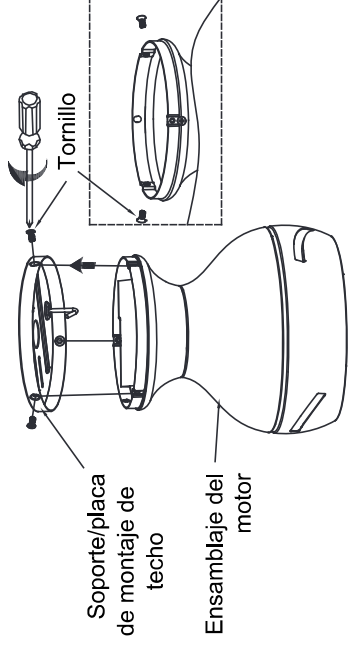

Fig. 11
Paso 1. Retire los 3 tornillos pequeños del ensamblaje del motor para uso posterior. Levante la caja del motor hacia el soporte/placa de montaje de techo, alineando los 3 orificios de ambas piezas. Asegure la caja del motor al soporte del motor utilizando los 3 tornillos retirados previamente (**Fig. 11**).